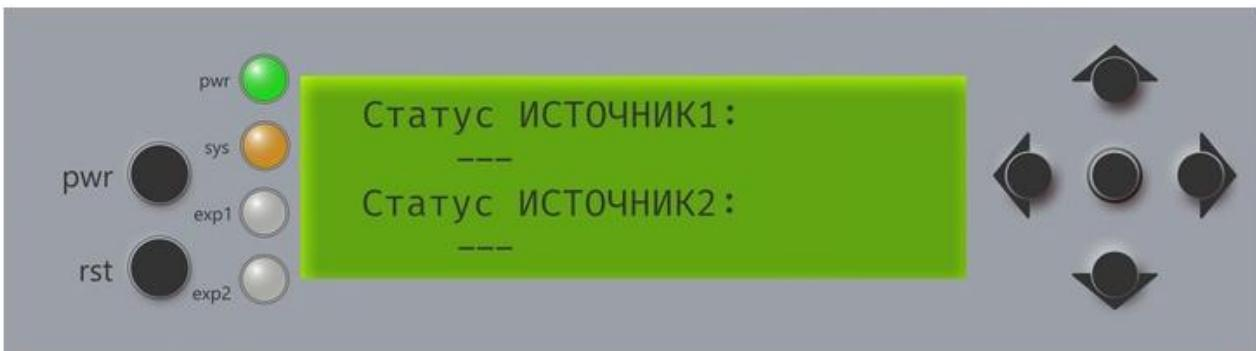

Рисунок 1.18 – Пример диагностики источников питания
- статусы источников питания, датчиков температуры, вентиляторов (Рисунок 1.18 – Рисунок 1.20).